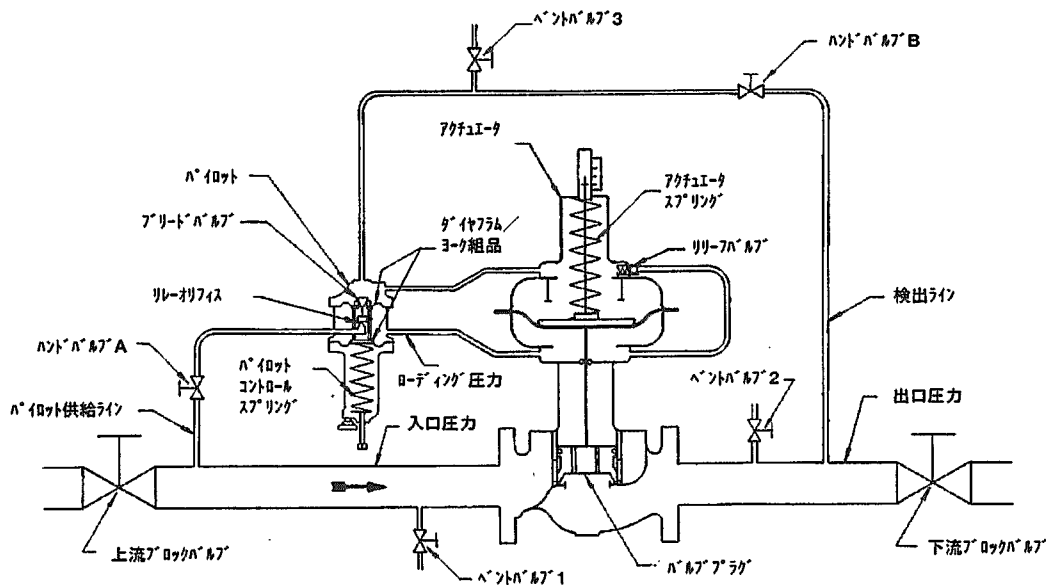

図 2. 298T-EK-61シリーズ・ガスレギュレータの代表的な配管例
図2を参照して下さい。298-EK-61シリーズのレギュレータは、その作動媒体として上流側の圧力を使用します。パイロットで適切に減圧された供給圧力は、ローディング圧力としてアクチュエータのダイヤフラムチャンバに導かれてこれを作動させます。一方、検出ラインを介して導かれたレギュレータの下流側圧力は、アクチュエータのローディング圧力の反対側(スプリング
- 5) パイロットへの供給圧力（レギュレータの上流圧力）がパイロットの許容圧力を超える可能性がある場合は、供給ラインにレギュレータを設置して下さい。また図2に基づいて、レギュレータをライン圧力から遮断するためのブロックバルブとハンドバルブ、およびレギュレータ内の残圧を排出するためのベントバルブを設置することを推奨します。
レギュレータの運転は次の手順に従います。図2を参照して下さい。
レギュレータの運転停止は次の手順に従います。図2を参照して下さい。